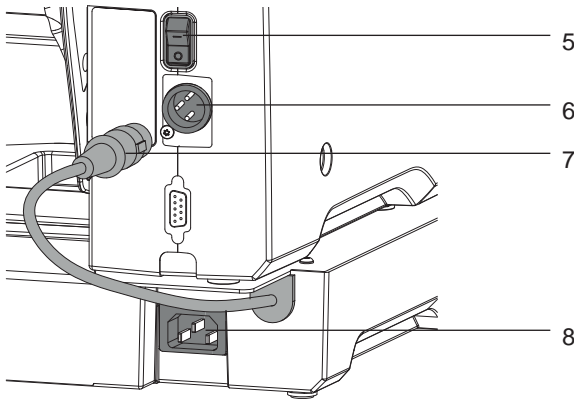

Bild 2 Anschluss
- ▶ Netzkabel in Netzanschlussbuchse (8, Bild 2) stecken.